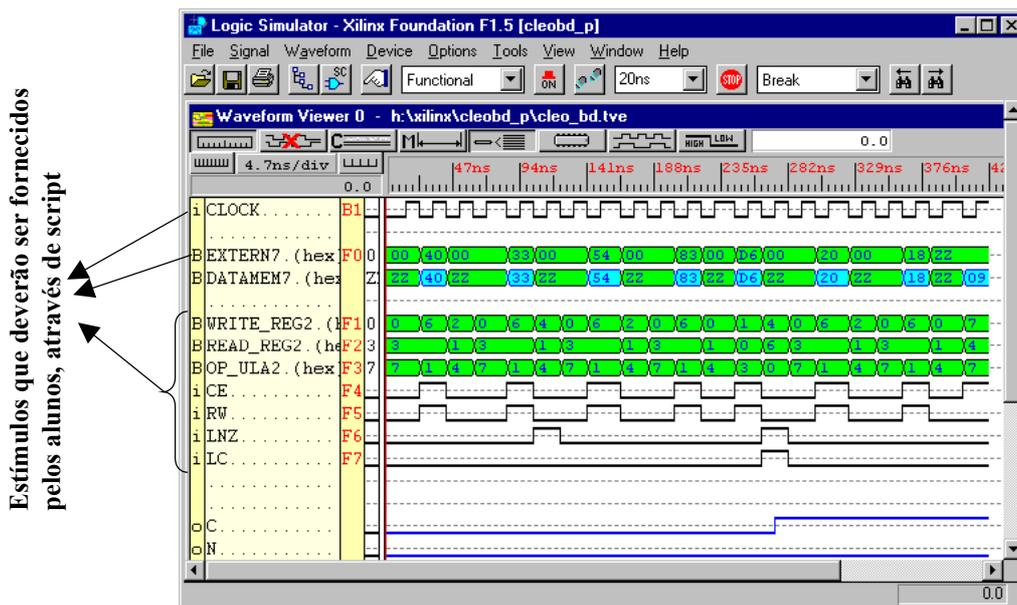

Figura 3 –Uma simulação correta do Bloco de Dados Cleópatra.
1. Após completar o esquemático, chame o simulador, e no menu “file → load waveform” escolha “cleo_bd.tve”. Trata-se do resultado de uma simulação realizada corretamente. Deverá ser exibida a janela da Figura 3.